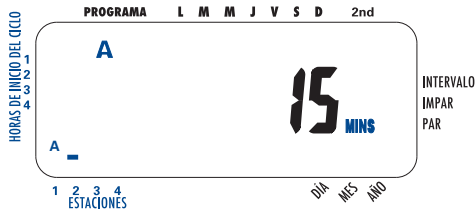

Figura 4: ingreso de la duración para el “Programa A”
- Gire la esfera rotativa a la posición DURACIÓN DE LA ESTACIÓN en el “programa A”. La pantalla mostrará una “A” y MINS. (MINUTOS). [Ver Figura 4]
- Presione y sostenga la tecla ▲ o ▼ para ingresar la duración de riego y presione la tecla INGRESAR. Debe verse una “A” sobre la estación que acaba de programar. [Ver Figura 4]